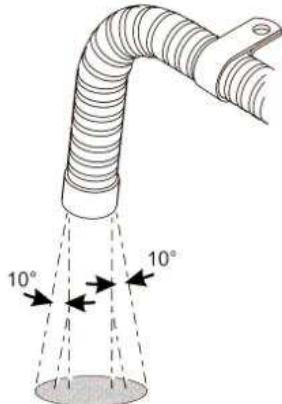

Рис. 23
4.6.6 В процессе работы печки выхлопная труба нагревается до высокой температуры. При установке убедитесь, что она проходит достаточно далеко от пластиковых частей или других частей корпуса транспортного средства обладающих небольшим тепловым сопротивлением. Выхлопная труба должна быть тщательно закреплена. Выхлопная труба должна быть расположена перпендикулярно поверхности дороги под углом $90^{\circ}\pm10^{\circ}$. Для того чтобы гарантировать такой угол фиксирующий зажим должен располагаться на расстоянии 150 мм от конца трубы (Рис. 23).